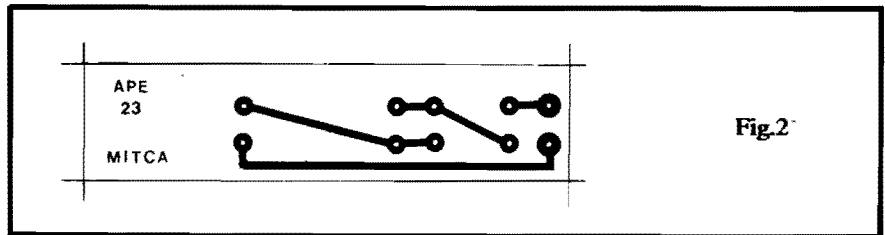

Fig.2
- FIG. 2 - Lay out, em tamanho natural, do Circuito Impresso específico para a montagem do MITCA. Não passa de uma "tripinha" de fenolite (dá para aproveitar qualquer pequeno retalho de placa que o Leitor/Hobbysta tenha sobrando aí, na sua sucata...), com poucas ilhas e pistas. Quem nunca tentou **fazer** uma plaquinha, tem nesse lay out pequeno e simples, uma boa razão para "começar", sem medo, usando qualquer das técnicas tradicionais de confecção. É **importante** ao Leitor/Hobbysta sem muita prática, consultar com atenção às INSTRUÇÕES GERAIS PARA AS MONTAGENS, na busca de essenciais informações e conselhos (estão em página "permanente", lá no começo da Revista...). Quem optar pela aquisição do MITCA em KIT, já receberá sua plaquinha pronta, protegida, furada e demarcada, com o que as grandes facilidades da MINIMONTAGEM ficarão ainda maiores... De qualquer modo, trata-se de uma placa específica que dá para ser feita "com uma das mãos amarradas às costas..."